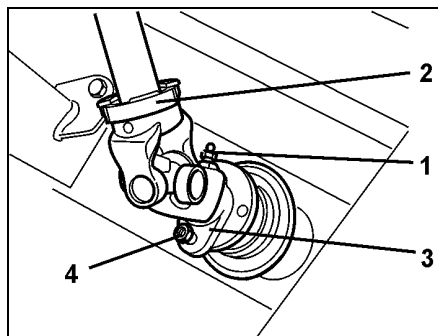

Fig. 37
5. Demontera smörjnippeln (Fig. 37/1) och skjut på kraftöverföringsaxeln (Fig. 37/2).
6. Skruva fast gaffeln (Fig. 37/3) med brytbulten (Fig. 37/4).
7. Montera smörjnippeln (Fig. 37/1).